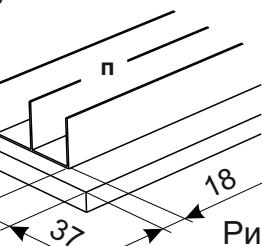

Рис.1
4. К вязке (9) крепим боковины (4), также евровинтами (е).
5. К крышке (10) с нижней стороны закрепляем ходовой профиль (п) шурупами 4x16 (и) согласно рис.1